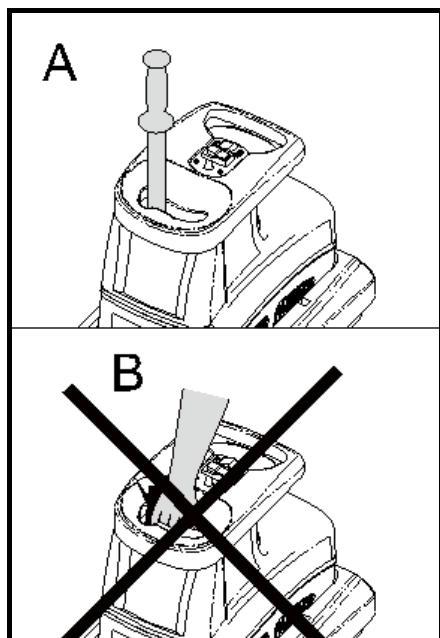

Fig. 19
**Aviso!** Use sempre a haste de pressão se tentar empurrar o material para dentro da câmara de alimentação. Nunca permita que as suas mãos entrem na câmara de alimentação. (Fig. 19) Nunca use este aparelho se o funil superior não estiver encaixado. Não se apresse. Guarde a haste de pressão após a utilização.